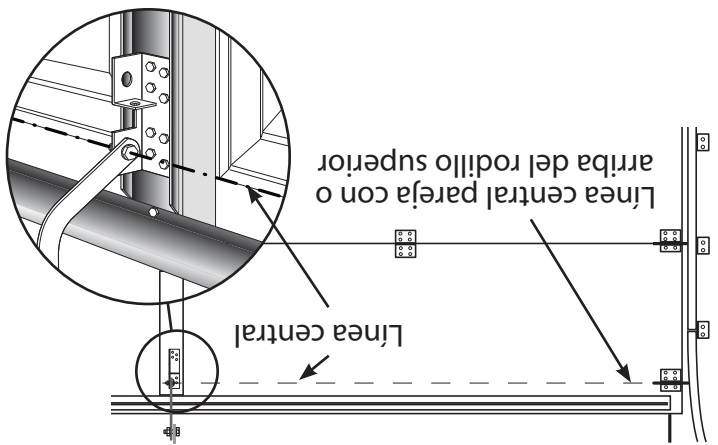

FIG. 2-7 Montaje del soporte de la puerta
- El soporte de la puerta está montado en la puerta tan alto como sea posible a lo largo de la línea central vertical y **NO MÁS BAJO** que el juego de rodillos superior (Fig. 2-7).